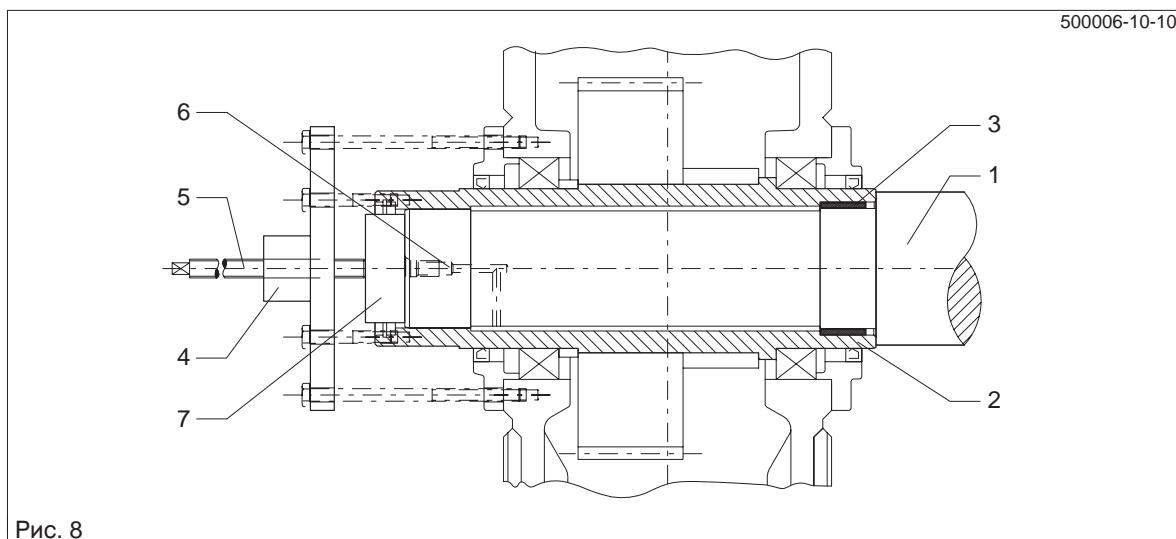
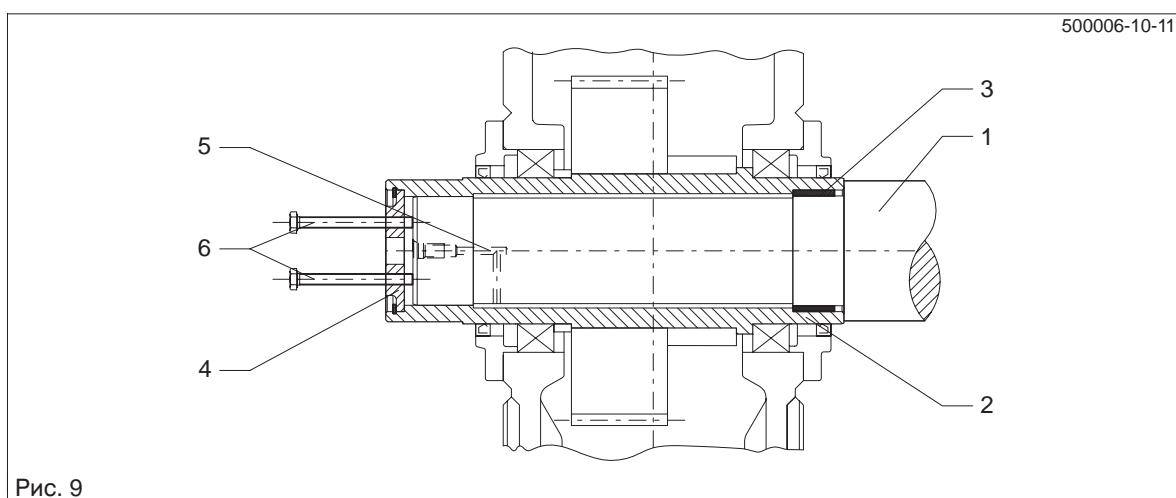

Рис. 8
Рис. 9
- При образовании ржавчины на посадочных плоскостях для облегчения снятия передачи насосом закачать под давлением растворитель ржавчины в пустое пространство сверленого отверстия, чтобы он попал на посадочное место. Подача растворителя ржавчины осуществляется через сверленые отверстия в машинном валу (см. рис. 8) или в концевом диске (см. рис. 9).
- Отжатие передачи от машинного вала может быть выполнено по возможности на месте при помощи отжимного винта на концевом диске (см. рис. 9), центральным ходовым винтом или, предпочтительнее всего, гидравлическим агрегатом Лукаса.
- После достаточного действия растворителя снять передачу при помощи устройства согласно рис. 8 или рис. 9.
Если при этом, как показано на рис. 8, опора не только на полый вал, но и имеется дополнительное объединение с кожухом, силы отжима не должны превышать значений, приведенных в приведенной ниже таблице.